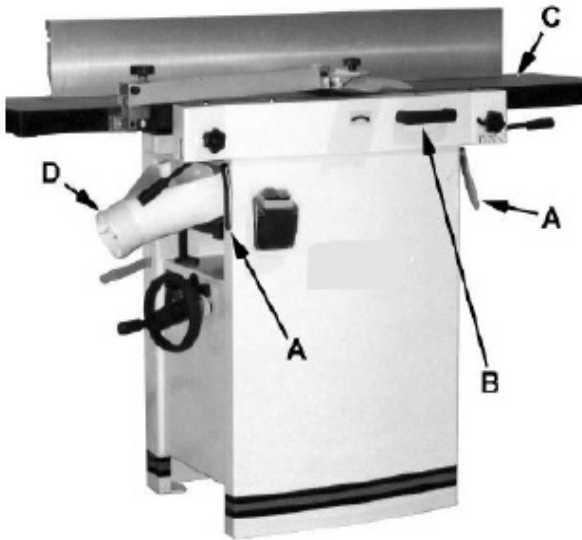
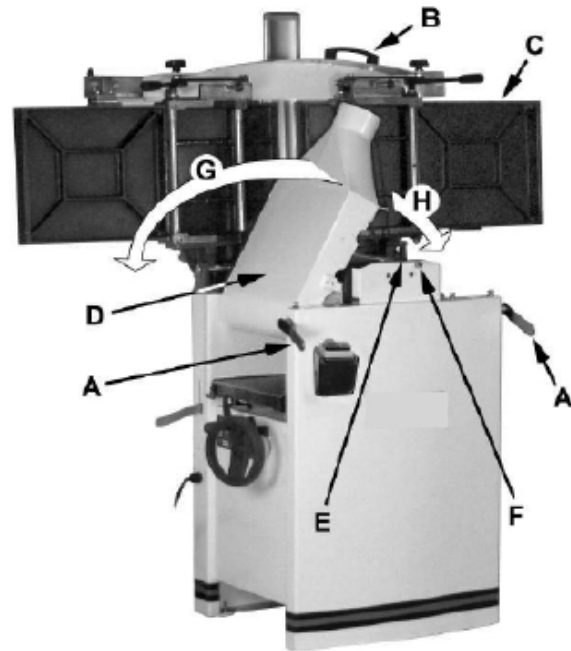

Abb. 5: Bedienelemente
Abb. 6: Umbau zur Dickenhobelfunktion
Schritt 1: Lösen Sie beide Gehäuseverriegelungen (A; Abb.5), indem Sie die Griffe zum Bediener hin drehen und dann weg von der Maschine ziehen.
Schritt 2: Heben Sie den Tisch (C) mit dem Griff (B) an. Der Tisch besitzt ein schweres Gewicht. Lassen Sie Sorgfalt walten beim anheben. Nichtbeachtung kann zu schweren Verletzungen führen.
Wenn er angehoben ist, sollte der Tisch in der vertikalen Position sein, wie in C, Abb.6 gezeigt. Der Riegel (E, Abb.6) sollte eingerastet sein, damit der Tisch nicht versehentlich nach vorne fällt.
Schritt 3: Positionieren Sie den Staubschacht (D, H Abb. 6) nach rechts. Verwenden Sie äußerste Vorsicht, um Kontakt mit den Messern des Schneidkopfs. Positionieren Sie den Staubschacht (D, H Abb. 3) nach rechts.
Schritt 1: Ziehen Sie den Entriegelungsknopf (F, Abb.6) und positionieren Sie die Staubkammer (D, G) nach links. Es sollte positioniert werden wie in D, Abb. 5 gezeigt.
Schritt 2: Lösen Sie die Verriegelung (E, Abb.6) und bringen Sie den Tisch mit dem Kipphebel (B) nach vorne. Der Tisch C und die Staubhaube D müssen positioniert werden wie in Abb.5 gezeigt.
Schritt 3: Verriegeln Sie den Tisch (C), indem Sie die Verriegelungsgriffe (A) zur Maschine hin drücken und nach unten drehen (weg vom Betreiber).